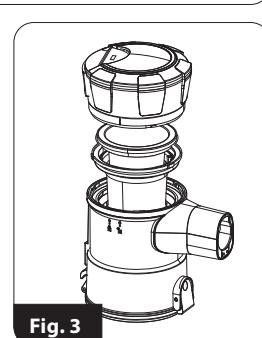

Fig. 3
3. Saque el filtro del motor (11) y el filtro de malla (12) - (fig. 3) del depósito de polvo.